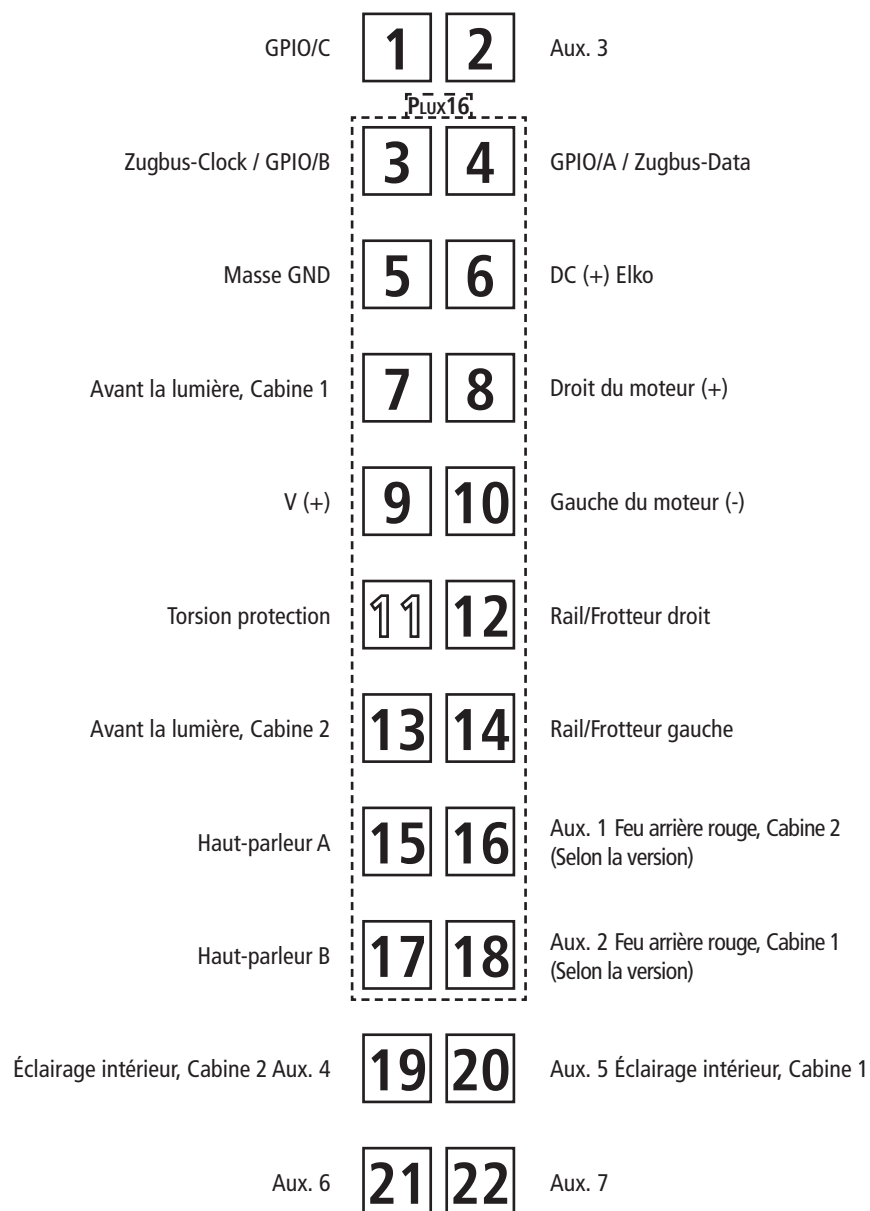
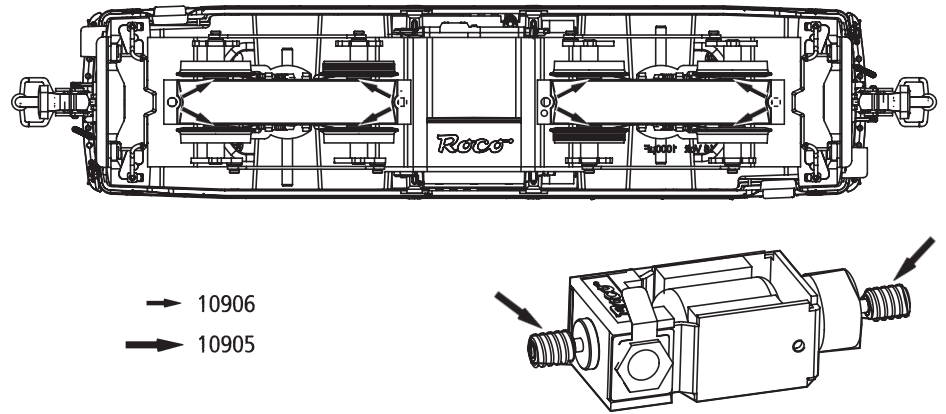

Fig. 5
Fig. 6
2. Haftreifenwechsel: Zuerst die Drehgestellblende abnehmen sowie die Triebstangen abnehmen (Fig. 6). Danach den **Radsatz** herausnehmen und die **Haftreifen** mit einer Nadel od. mit einem feinen Schraubendreher abziehen (Fig. 5). Beim Aufziehen der neuen Haftreifen darauf achten, dass diese sich nicht verdrehen.
2. Change of traction tyre: Remove the bogie blind as well as the driving rod (fig. 6). Take out **wheel set** and remove **traction tyre** using a pin or a fine screwdriver (fig. 5). When pressing on the new traction tyre please **avoid twisting it**.
2. Échange des bandages d'adhérence: Démontez d'abord **les flancs de bogies** des engrenages ainsi que la tige de conduite (fig. 6). Délogez ensuite les essieux bandagés et enlevez, à l'aide d'une aiguille ou d'un tourne-vis fin, les bandages d'adhérence (fig. 5). Lors du montage des nouveaux bandages veuillez veiller à ce que les bandages **ne soient pas tordus**.